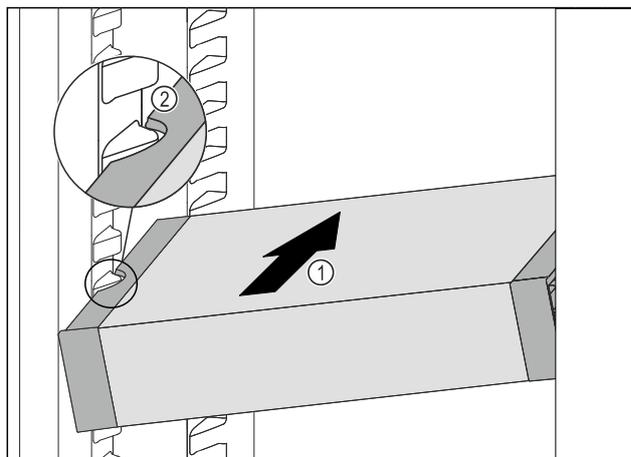

Fig. 102
- ▶ Introduzca el VarioSafe en posición oblicua en el compartimento del frigorífico Fig. 102 (1) hasta que los huecos laterales Fig. 102 (2) del VarioSafe se encuentren a la altura de la nervadura del recipiente en el compartimento frigorífico.